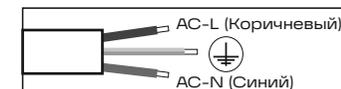

Рис. 6
- Выполните электрическое подключение осветительного прибора согласно рис. 6.